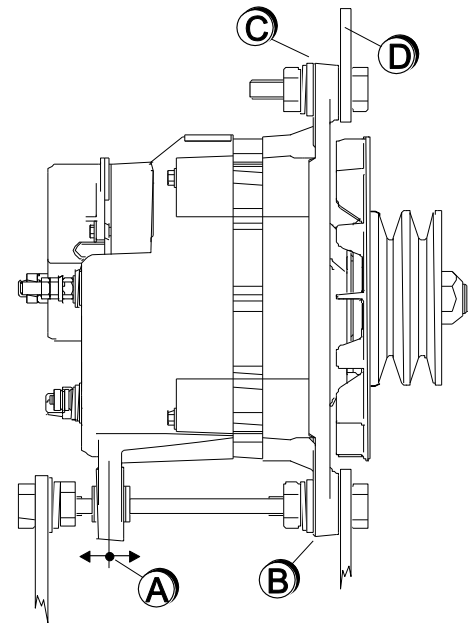

Abbildung 5
- 2 Befestigen Sie die Montagehalterung mit den Motorschrauben lose am Motor. Positionieren Sie den Montagefuß der Lichtmaschine mit den Befestigungsschrauben der Lichtmaschine zwischen den beiden Ohren (A und B in Abbildung 5) an der Montagehalterung. Beachten Sie, dass das Ohr an der Rückseite des Lichtmaschinengehäuses so befestigt werden muss, dass es sich frei in Pfeilrichtung bewegen kann (A in Abbildung 5). Dadurch sollen mechanische Belastungen durch mögliche hohe Temperaturen der Lichtmaschine vermieden werden.
- 4 Befestigen Sie den Einstellgurt der Lichtmaschine (D in Abbildung 5 und 6) mit Schraube, Federring und Unterlegscheibe locker am Einstellohr der Lichtmaschine (C in Abbildung 5).
- 5 Spannen Sie den Keilriemen, indem Sie nur Druck auf das vordere Gehäuse der Lichtmaschine ausüben und die Schraube an der Einstellöse festziehen (C in Abbildung 5). Stellen Sie die Riemenspannung gemäß den vom Riemenhersteller empfohlenen Werten ein. Wenn die Herstellerangaben nicht ohne Weiteres verfügbar sind, den Keilriemen so spannen, dass er an der Lichtmaschinen-Lüfterscheibe beim Versuch, die Lichtmaschine von Hand zu drehen, nicht verrutscht.